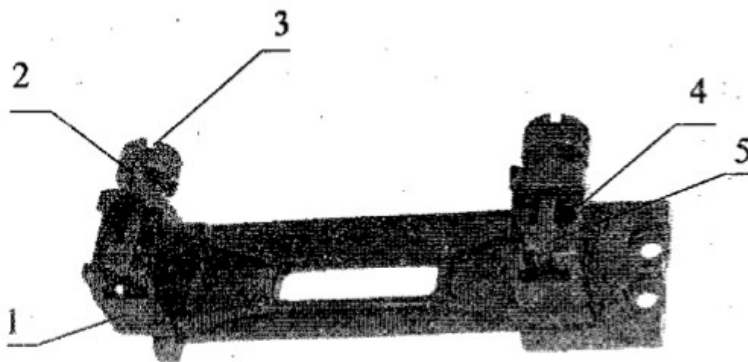

Abbildung 4 – Schraubbefestigung mit die Nutensteinen.
8.1 Schraubbefestigung mit die Nutensteinen – in Abbildung 4 dargestellt.